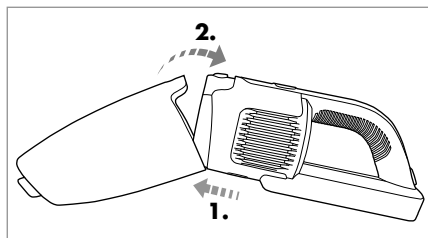

Abb. 6
- 6) Setzen Sie den Schmutzbehälter 9 wieder auf das Handteil 3, indem Sie die untere Arretierung am Handteil 3 zuerst in die Aussparung am Schmutzbehälter 9 schieben. Schieben Sie dann den oberen Teil des Schmutzbehälters 9 auf das Handteil 3, bis der Schmutzbehälter 9 hörbar einrastet und fest auf dem Handteil 3 sitzt (Abb. 6).